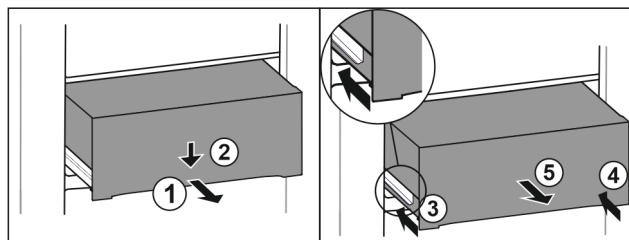

Fig. 168
- ▶ Вытяните выдвижной ящик наполовину. *Fig. 168 (1)*
- ▶ Вдавите выдвижной ящик в передней части вниз. *Fig. 168 (2)*
- ▶ Задвиньте левую направляющую прим. на 2 см. *Fig. 168 (3)*
- ▶ Задвиньте правую направляющую прим. на 2 см. *Fig. 168 (4)*
- ▶ Извлеките выдвижной ящик движением вперед. *Fig. 168 (5)*